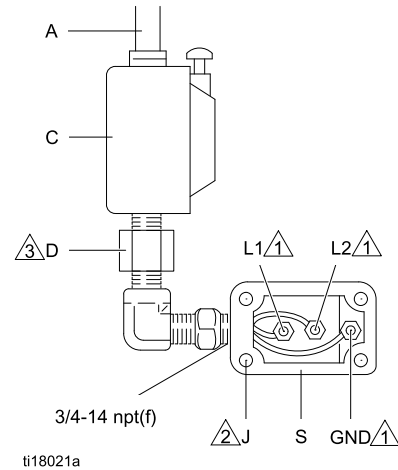

Figure 3 Anschließen der Stromkabel
In den USA und Kanada ist in einem Abstand bis zu 457 mm (18 Zoll) des Motors eine Durchgangsdichtung (D) erforderlich. Siehe Abb. 3.
2. Siehe Abb. 3. Start/Stop-Steuerung (C) in elektrische Zuleitung (A) nahe dem Gerät installieren. Die Start-/Stopp-Steuerung muss für den Einsatz in explosionsgefährdeten Bereichen zugelassen sein.
3. Das Elektrofach (S) am Motor öffnen.
Hinweise zu Abb. 3